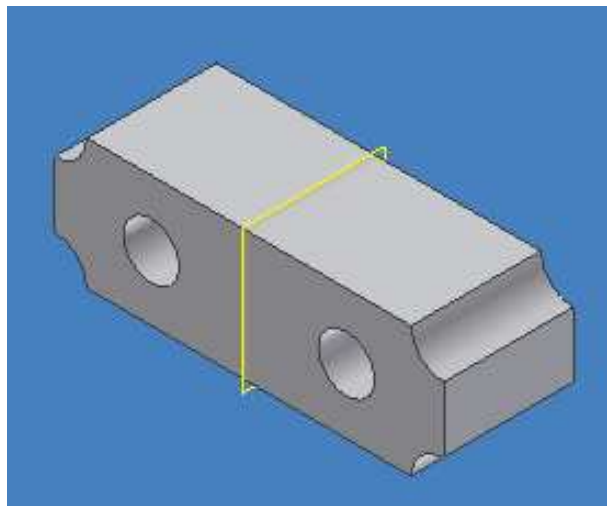

Figura 3.87 Resultado final de la operación MIRROR.
- Ahora seleccione el plano de trabajo creado como el MIRROR PLANE (plano espejo) y presione OK para finalizar, figura 3.87.